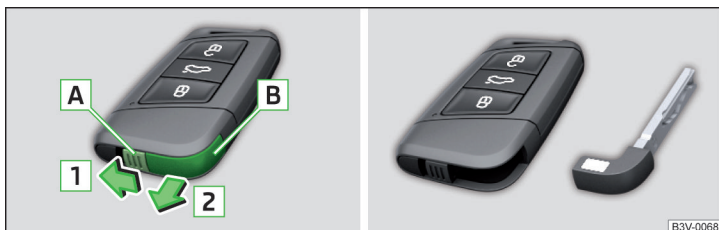

Fig. 254 Cheia KESSY
- Deblocați elementul de fixare **A** în sensul săgeții **1** » fig. 254.